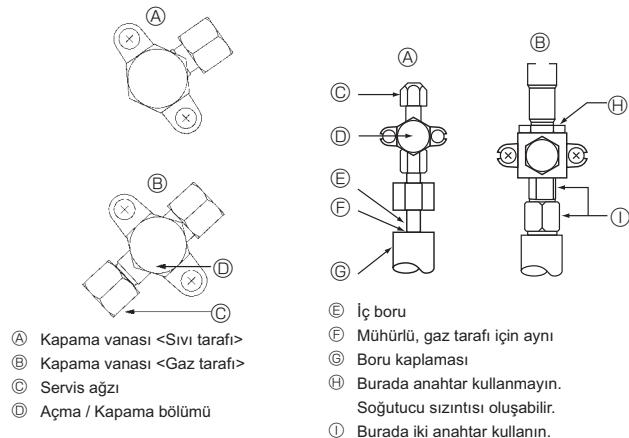

Fig. 4-5
4.4. Soğutucu borusu hava sızdırılmazlığı test yöntemi (Fig. 4-5)